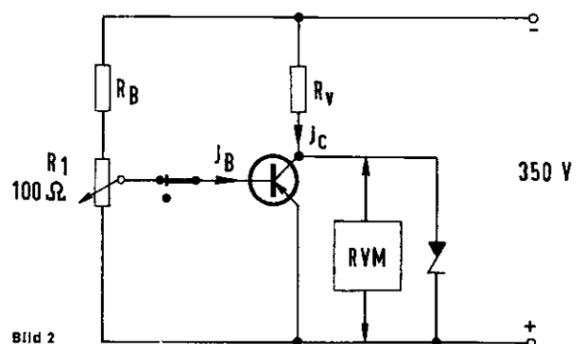

Bild 2
1. Messen der Durchbruchspannung U_{CE0} (Bild 2)
2. Messen des Leistungsdurchbruchs („Second Breakdown“ Bild 2)
Mit der Meßschaltung nach Bild 2 wird mittels des zwischen Kollektor und Emitter liegenden Universal-Voltmeters die U_{CE0} gemessen. Die Basis ist offen und der Widerstand R_B ist so einzustellen, daß $J_E = 100$ mA beträgt.
Der sekundäre Durchbruch tritt bei örtlicher Überhitzung in der Sperrschicht auf. Dieser Effekt rührt von einer heißen Stelle in der Sperrschicht her, die sich durch Konzentration des Stromes auf eine kleine Fläche bildet. Der Basisstrom fließt vom ringförmigen Basisanschluß in radialer Richtung einwärts durch die dünne Basisschicht zwischen Emitter und Kollektor. Da dieser Weg einen Widerstand aufweist, entsteht ein Spannungsgefälle, welches den Kollektorstrom in der Mitte der Basis konzentriert. Betreibt man den Transistor wiederholt im Bereich des sekundären Durchbruchs, so wird nach und nach die Sperrschicht zerstört, bis Emitter und Kollektor kurzgeschlossen sind. Diese Erkenntnis ist sehr wichtig, leider aber noch nicht allgemein bekannt. Immer wieder „sterben“ in Schaltungen Leistungstransistoren, die dem ersten Anschein nach mit den vom Hersteller angegebenen Grenzwerten nicht überfordert wurden. Die zulässige Gesamtverlustleistung eines Transistors ist abhängig von der Spannung U_{CE} . Für die für den SV 40 geeigneten Transistoren wurde mit den Transistorherstellern ein Wert festgelegt, aus dem sich nach $J = \frac{N}{U}$ bei $U_{CE} = 50$ V ein Strom von 350 mA ergibt. Der Vorwiderstand R_V in Bild 2 ist entsprechend einzustellen. Die Prüfung erfolgt nun so, daß der Schleifer von R_1 vom oberen Anschlag (der Transistor ist leitend, also niederohmig) nach unten in Richtung „hochohmig“ gedreht wird. Der Strom J_C bleibt wegen des relativ hohen Innenwiderstandes der Stromversorgung durch R_V annähernd konstant.
Der sekundäre Durchbruch tritt bei örtlicher Überhitzung in der Sperrschicht auf. Dieser Effekt rührt von einer heißen Stelle in der Sperrschicht her, die sich durch Konzentration des Stromes auf eine kleine Fläche bildet. Der Basisstrom fließt vom ringförmigen Basisanschluß in radialer Richtung einwärts durch die dünne Basisschicht zwischen Emittor und Kollektor. Da dieser Weg einen Widerstand aufweist, entsteht ein Spannungsgefälle, welches den Kollektorstrom in der Mitte der Basis konzentriert. Betreibt man den Transistor wiederholt im Bereich des sekundären Durchbruchs, so wird nach und nach die Sperrschicht zerstört, bis Emittor und Kollektor kurzgeschlossen sind. Diese Erkenntnis ist sehr wichtig, leider aber noch nicht allgemein bekannt. Immer wieder „sterben“ in Schaltungen Leistungstransistoren, die dem ersten Anschein nach mit den vom Hersteller angegebenen Grenzwerten nicht überfordert wurden. Die zulässige Gesamtverlustleistung eines Transistors ist abhängig von der Spannung U_{CE} . Für die für den SV 40 geeigneten Transistoren wurde mit den Transistorherstellern ein Wert festgelegt, aus dem sich nach $J = \frac{N}{U}$ bei $U_{CE} = 50$ V ein Strom von 350 mA ergibt. Der Vorwiderstand R_V in Bild 2 ist entsprechend einzustellen. Die Prüfung erfolgt nun so, daß der Schleifer von R_1 vom oberen Anschlag (der Transistor ist leitend, also niederohmig) nach unten in Richtung „hochohmig“ gedreht wird. Der Strom J_c bleibt wegen des relativ hohen Innenwiderstandes der Stromversorgung durch R_V annähernd konstant.